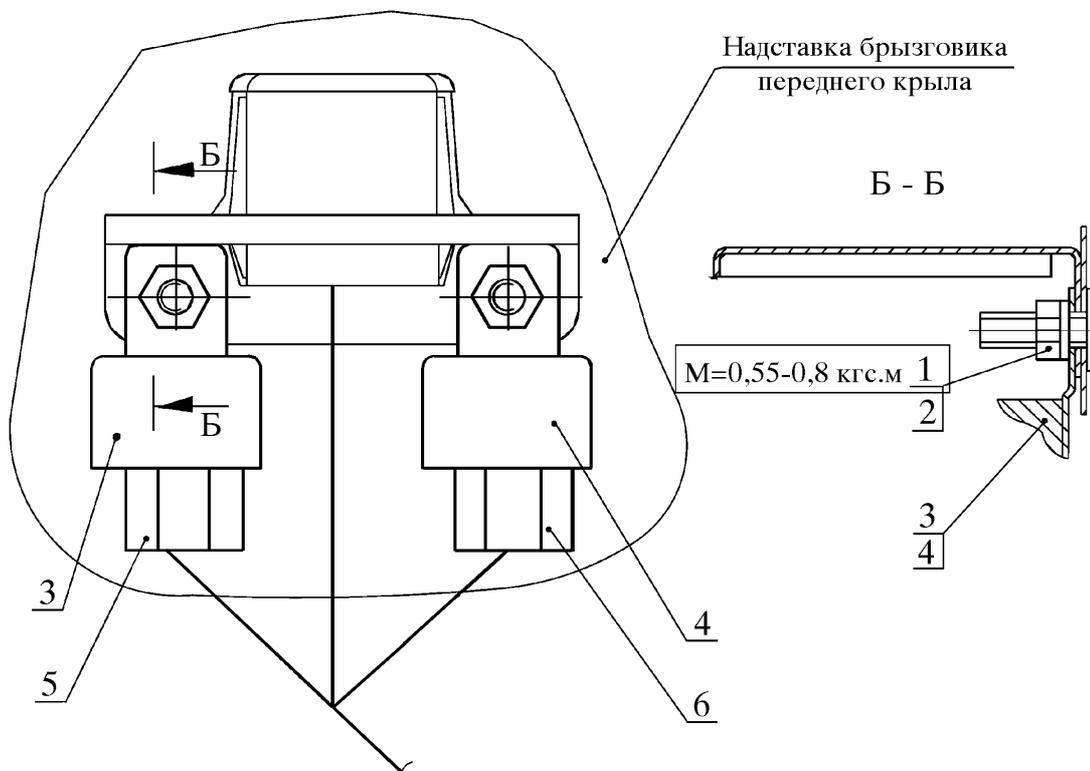

Рис. 21. Снятие - установка реле:
11.1. Снять реле 3 (рис. 21) бензинового насоса, отвинтив гайку 1 крепления реле к надставке щитка переднего крыла, сняв шайбу 2 и отсоединив от реле часть разъема 5 жгута проводов